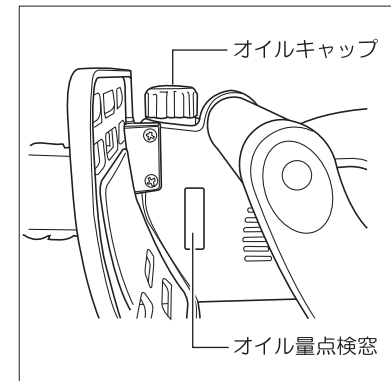

図2
- オイルの残量確認はオイル量点検窓で行ってください。(図2参照)